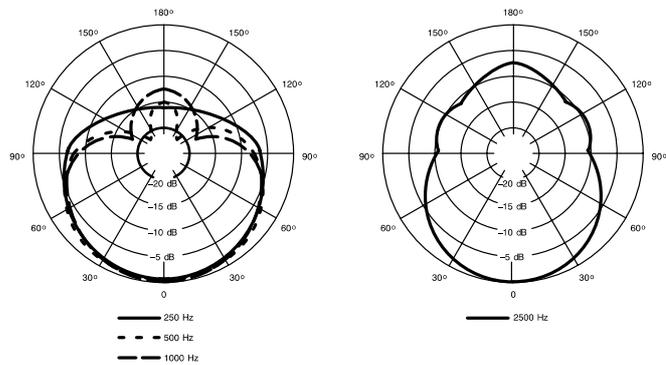

РИС. 2
**Диаграмма направленности:** Суперкардиоидная, с круговой симметрией относительно оси микрофона (см. Рис. 2)